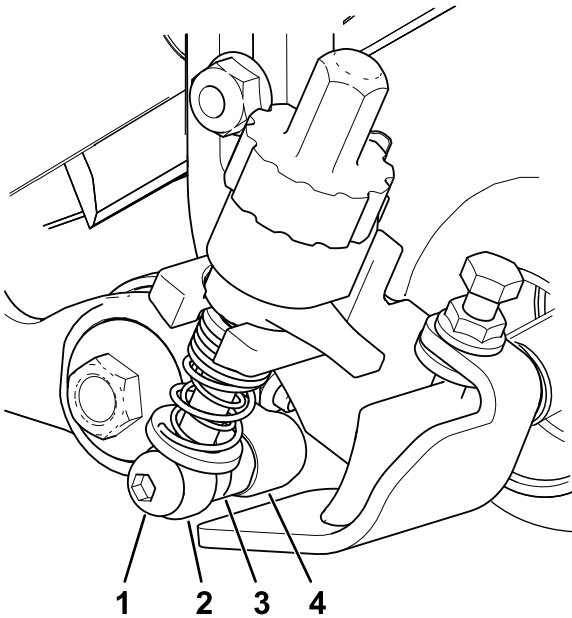

图 12
6. 在固定滚刀的同时上紧驱动箱轴六角头的扭矩至 135 150N·m 请参阅图 12。
4. 在怠轮总成侧将剪草高度支架的调整臂杆与怠轮总成的调节环对齐并使用轴肩螺栓固定如图 12所示上紧轴肩螺栓扭矩至 2026N·m。